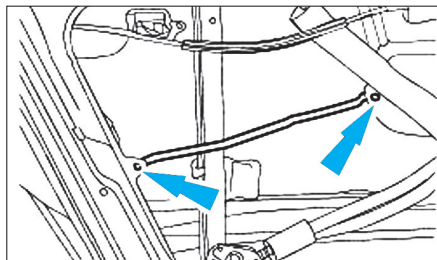

Fig. 54
- Débrancher le faisceau de câblage du panneau de porte (Fig.54).